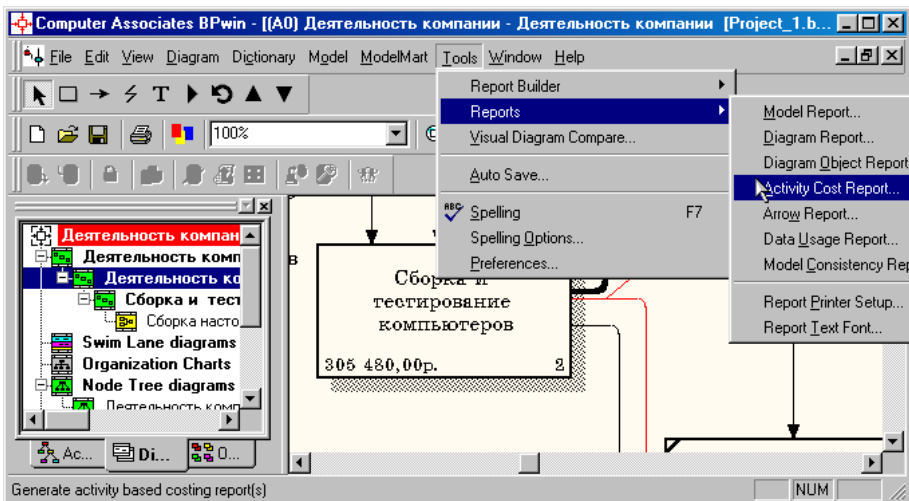

Рисунок 8.12 - Выбор опций меню для генерации отчета **Activity Cost Report**
- Выбрав соответствующие опции меню (рисунок 8.12), сгенерируйте отчет **Activity Cost Report**.